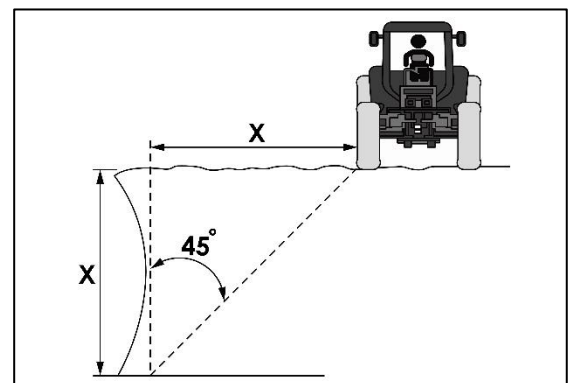

Fig. 74 - VOORKOMEN VAN ZIJDELINGS KANTELEN
- Werk niet dicht bij de rand van sloten en taluds, omdat er een risico bestaat dat deze instorten. Houd met de tractor altijd een afstand tot de rand aan die gelijk is aan of groter dan de hoogte van het talud of de sloot (Fig. 74).